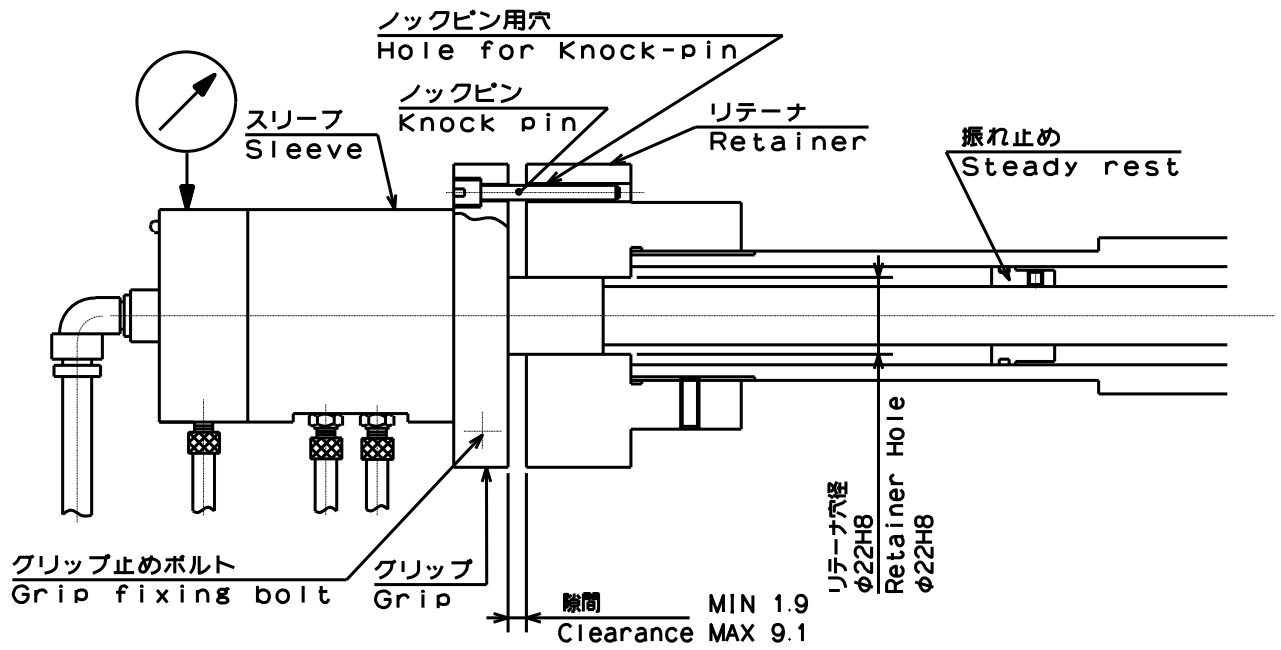

図 5 Fig.5
- ① 作業前に必ず機械の主電源を切ってください。
- ② スピンドルにKPCチャックを取り付けてください。
- ③ スピンドルにリテーナを取り付けてください。
- ④ エアフィードチューブのノックピン(2ヶ所)を外してください。
- ⑤ エアフィードチューブをスピンドル内に挿入し、グリップを持って手で回しながらエアフィードチューブ先端のねじをチャックにねじ込んでください。(ねじ込む際は工具などで強く締め付けしないでください。破損の原因となります)
- ⑥ グリップ止めボルトを緩め、リテーナとグリップのノックピン用穴の位相を揃えてください。ノックピン(2ヶ所)を締めこんでエアフィードチューブの回り止めとします。その後、再度グリップ止めボルトを締めてください。
- ⑦ 図5のように、スピンドルを手で回し、スリーブ後端の振れが0.12以下であることを確認してください。
- LR長さが 600mm 以上の場合、図5のように振れ止めを設けること。振れ止めを設けないと振動によりエアフィードチューブの破損を招く恐れがあり、チャックへのエア供給が遮断され、工作物が飛散し危険。
- 旋盤主軸回転数を 100~200min⁻¹ で回転させ (1 分以上)、順次回転数を上げます。回転振動がある時は、チャックアダプタ及びリテーナの振れ (図 4 および図 5) を再点検する必要があります。